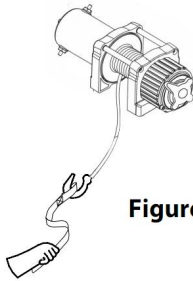

Figure 2
67. **VERWENDEN SIE IMMER DEN HANDSAVER**, wenn Sie das Drahtseil ein- oder ausführen. (Siehe Abbildung 2).